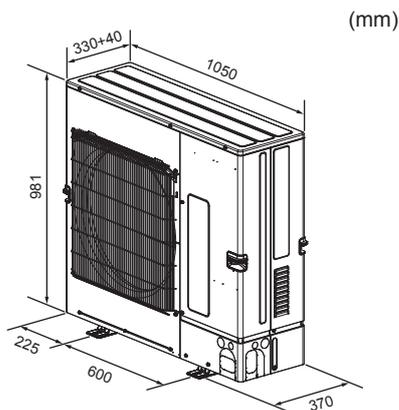

Fig. 2-3
2.3. Yttre dimensioner (Utomhusenhet) (Fig. 2-3)